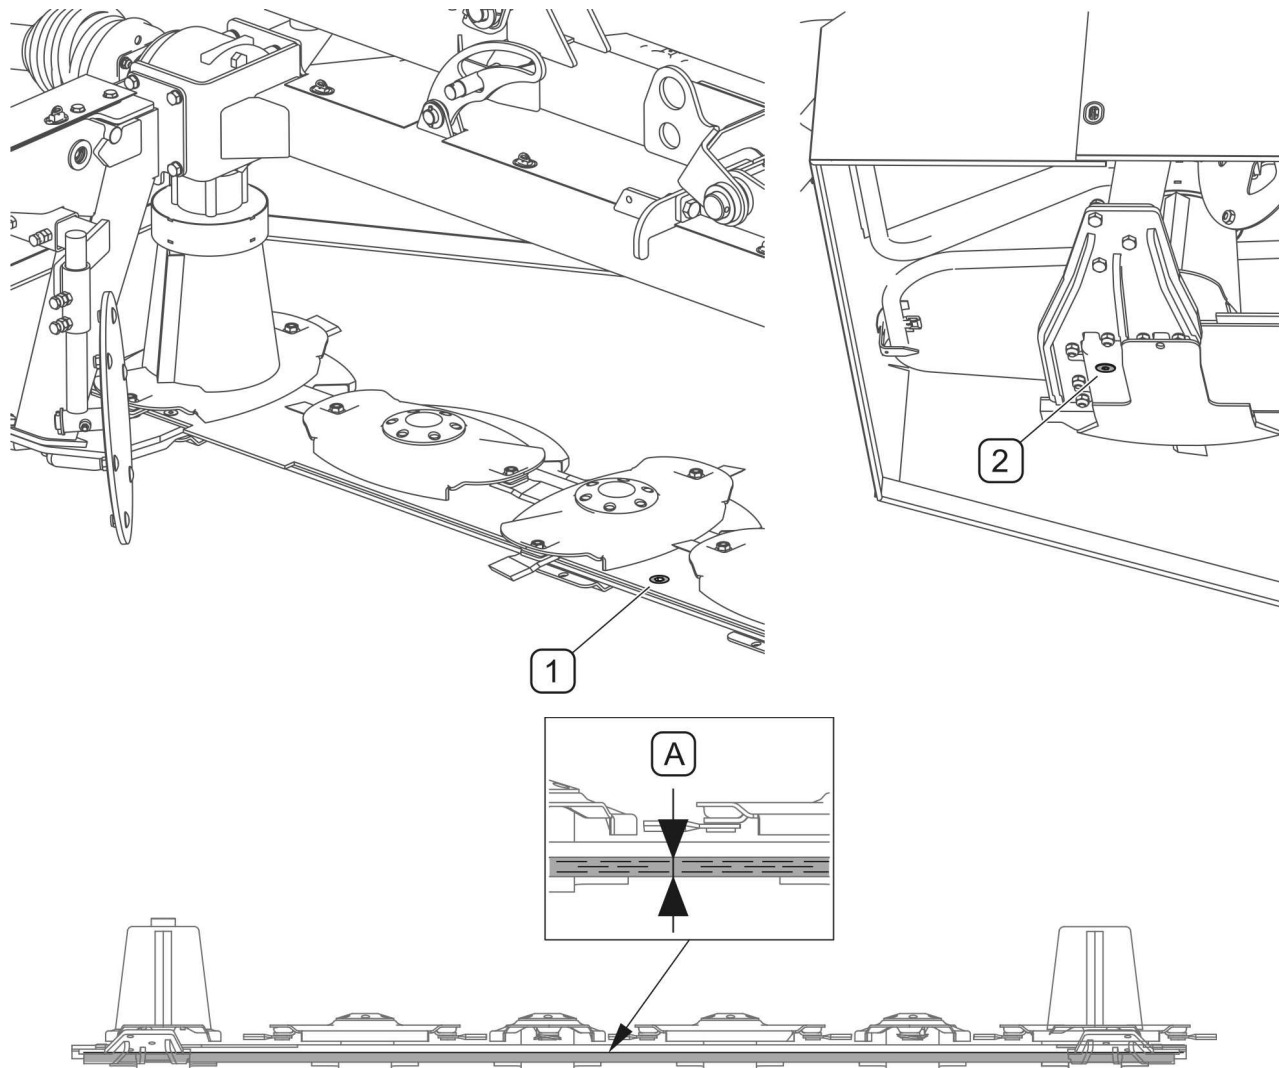

BILD 5.3A Prüfung des Ölstandes im Mähmesser
(1)- Kontroll-Füllpfropfen; (2)- Ablassschraube; (A)- der richtige Ölstand $5 \div 7\text{mm}$ vom Boden des Mähmessers
Der richtige Ölstand (A) bei horizontaler Lage des Mähmessers soll $5 \div 7\text{mm}$ vom Boden des Mähmessers betragen. Prüfung des Standes erfolgt nach Abschrauben des Kontroll-Füllpfropfens (1), der sich zwischen der dritten und vierten Scheibe (BILD 5.3A) befindet. Beim kalten Öl sind vor der Prüfung ca. 15 Minuten abzuwarten.
Um das Öl im Mähmesser (BILD 5.3A) zu wechseln, soll man: